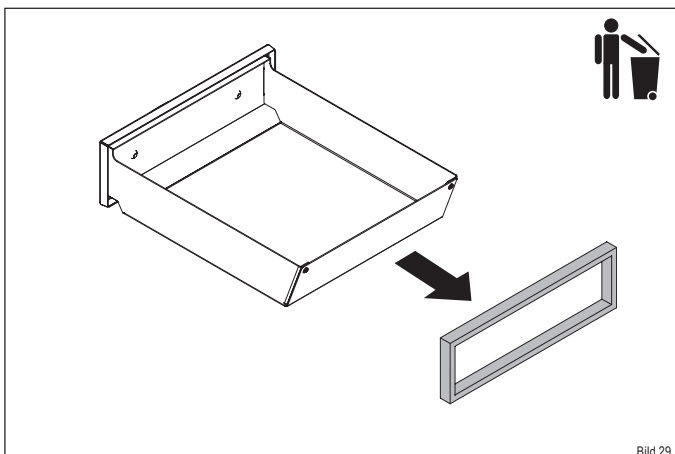

Bild 29
- ▶ Ziehen Sie die alte Dichtung aus der Führung heraus und entsorgen Sie diese im Abfall (Bild 29).